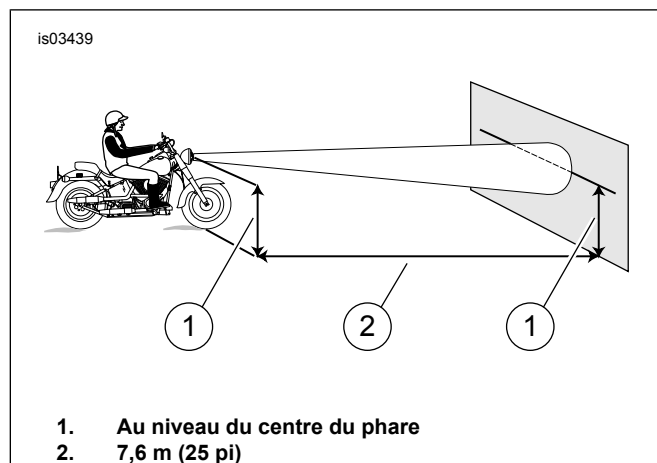

Figure 7. Réglage du phare
3. Voir Figure 7. Placer la moto à 7,6 m (25 ft) d'un mur ou d'un écran. Mesurer la distance entre un point juste au-dessous de l'axe avant et la base du mur ou de l'écran.